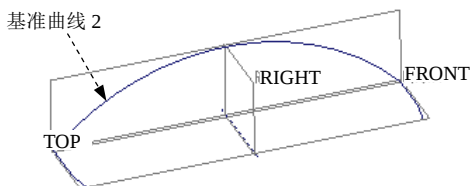
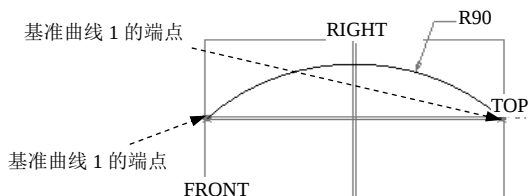

图 4.6.4 创建基准曲线 2
图 4.6.5 截面草图
Step3. 创建图 4.6.4 所示的基准曲线 2。单击“草绘”按钮；选取 FRONT 基准平面为草绘平面，RIGHT 基准平面为草绘参考平面；方向为右；单击草绘按钮，绘制图 4.6.5 所示的截面草图。